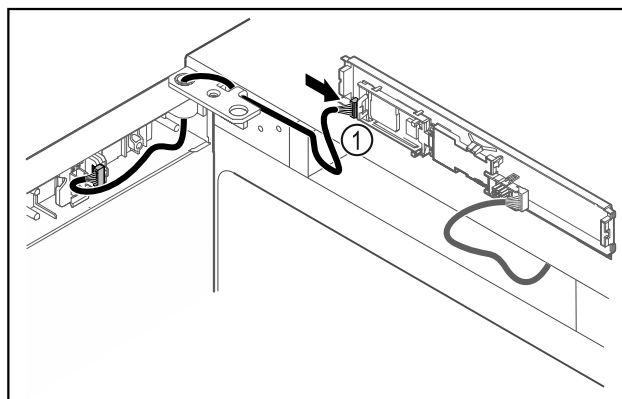

Fig. 39
- ▶ Подключите штекер Fig. 39 (1) к панели.